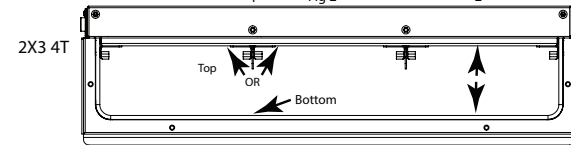

Fig 3
**NOTE:** Pour 2x3 quatre (4) unités de zone, se référer à la Fig.3